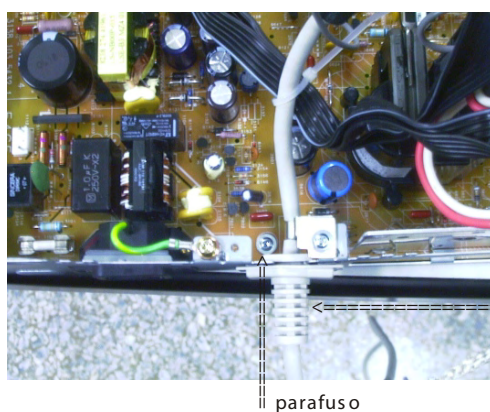

Fig. 16
- Remova o cabo de interface da base da bandeja como mostrado na fig. 16.
- Remova o parafuso do painel principal como mostrado na fig. 16.